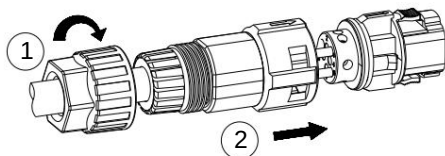

FIG.6 Montagem do conector
4) Aperte a porca de pressão e em seguida empurre a luva rosqueada para dentro do bujão, conforme FIG.6.